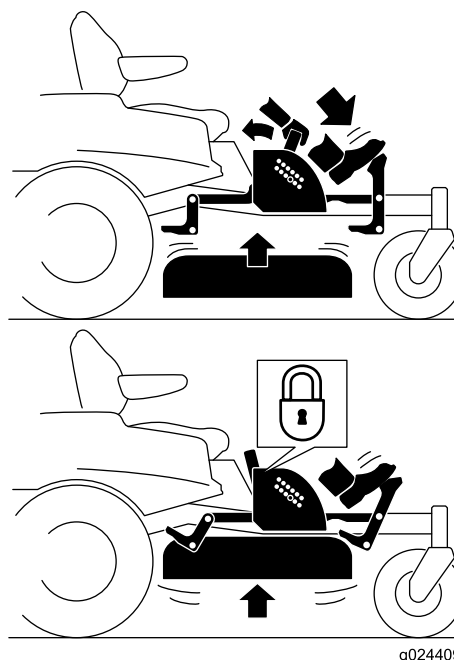

Figura 27
- Pise el pedal de elevación de la carcasa; siga pisando el pedal hasta que la carcasa quede bloqueada en la posición de transporte (Figura 27).
- Pise el pedal de elevación de la carcasa y tire hacia atrás de la palanca de bloqueo de transporte para desactivar el bloqueo de transporte (Figura 27).
4. Pise el pedal de elevación de la carcasa y tire hacia atrás de la palanca para desactivar el bloqueo de transporte (Figura 27).